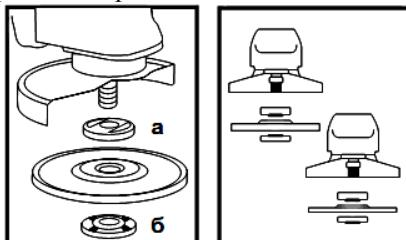

Рисунок 2
5.4 Встановіть на виріб шліфувальний або відрізний круг. Для цього натисніть на кнопку фіксації шпинделя (1) і проверніть шпиндель до такого положення, при якому він зафіксується. За допомогою вилочного ключа з комплекту виробу відверніть і зніміть затискну гайку (б) (дивіться рисунок 2). Встановіть шліфувальний диск на посадкове місце фланцевої шайби (а) (рисунок 2), наживить рукою затискну гайку на шпиндель і затягніть її ключем з комплекту виробу.